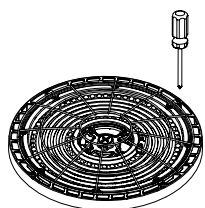

Figure 12
1. Positionnez le grillage de protection : placez le grillage de protection sur le luminaire en veillant à l'aligner correctement. (Voir la figure 12)